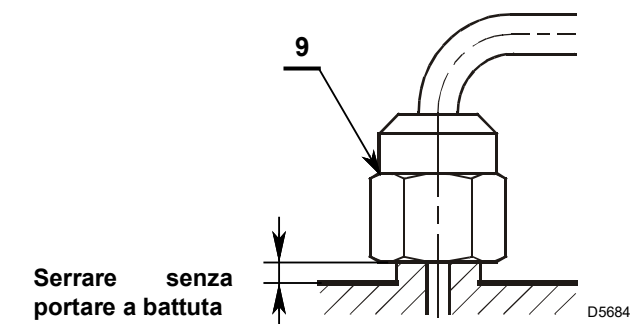
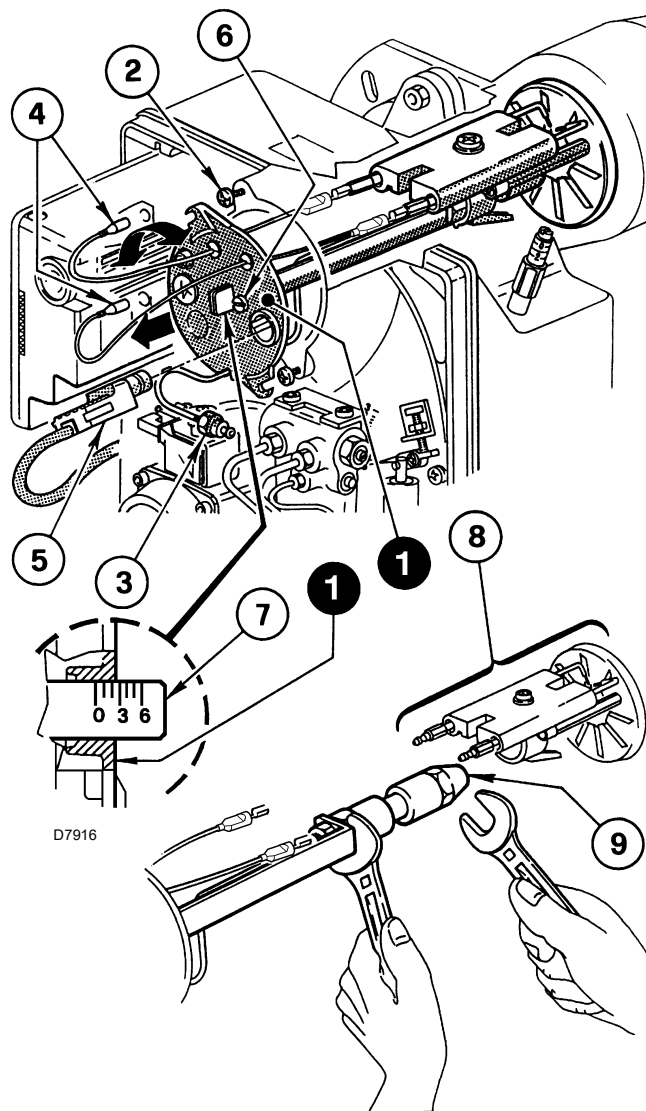
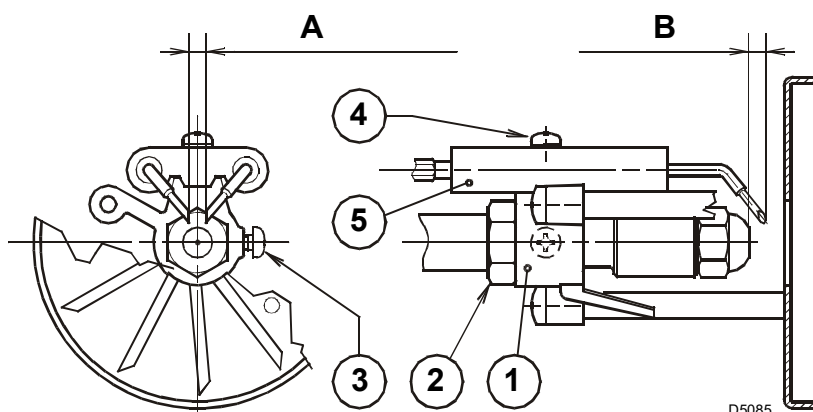

Fig. 10
Fig. 11
Fig. 13
- estrarre il gruppo portaugelli 1)(Fig. 11) dopo aver allentato le viti 2)(Fig. 11), svitato i dadi 3)(Fig. 11), sfilato i cavetti 4)(Fig. 11) dal controllo fiamma e il sensore fiamma 5)(Fig. 11).
- Sfilare i cavetti 4)(Fig. 11) dagli elettrodi, estrarre dal gruppo portaugello 1)(Fig. 11) il gruppo supporto elica 8)(Fig. 11) dopo aver allentato la vite 3)(Fig. 13).
- Avvitare l'ugello 9)(Fig. 11) correttamente stringendolo come mostrato in Fig. 10.
Al rimontaggio del gruppo portaugello avvitare il dado 9), come raffigurato in Fig. 10.
- ruotare in senso orario o antiorario la vite di regolazione 6)(Fig. 11) fino a che la tacca incisa sulla staffa di regolazione 7)(Fig. 11) coincide con il piano esterno del gruppo portaugello 1)(Fig. 11).
Le misure in Fig. 13 devono essere rispettate.
- appoggiare il gruppo supporto elica 3)(Fig. 13) al portaugello 2)(Fig. 13) e bloccare con la vite 4)(Fig. 13).
- Per eventuali aggiustamenti del gruppo elettrodi 5) allentare la vite 6)(Fig. 13).